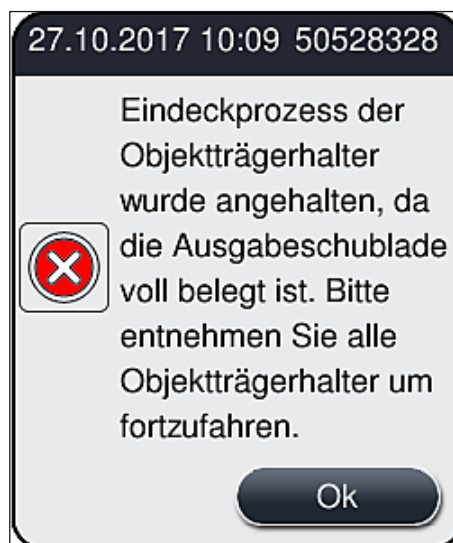

Abb. 76
- Spätestens wenn die Meldung erfolgt, dass die Ausgabeschublade voll belegt ist (→ Abb. 76), muss die Ausgabeschublade geöffnet und alle darin vorhandenen Objektträgerhalter müssen entnommen werden. Nichtbeachtung der Meldung kann zu Gerätestörungen und Probenbeeinträchtigungen führen.